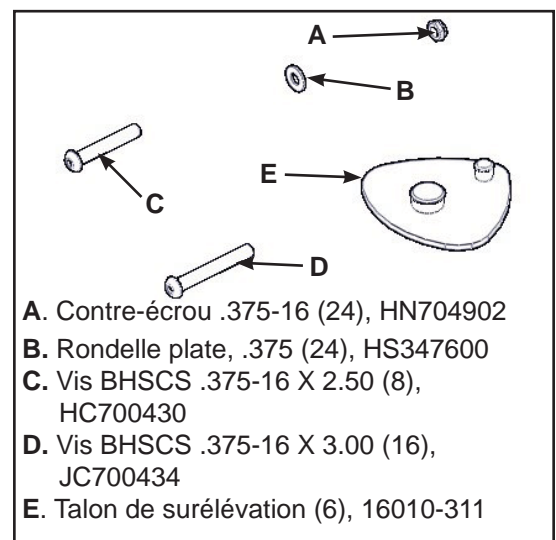

Figure 1
- A. Retirez la boîte contenant les pièces de fixation et vérifiez le contenu. Voir figure 1.